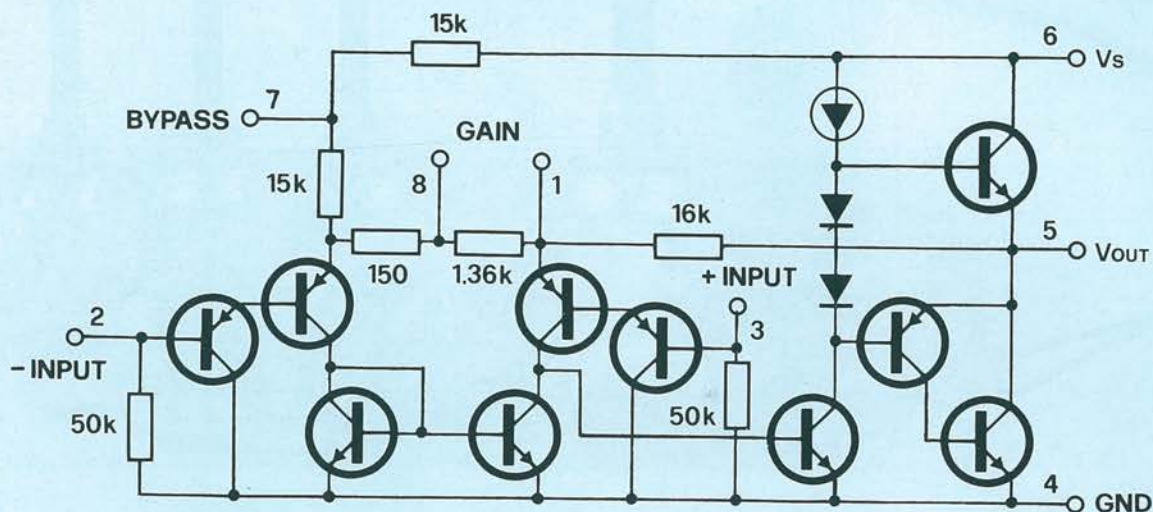
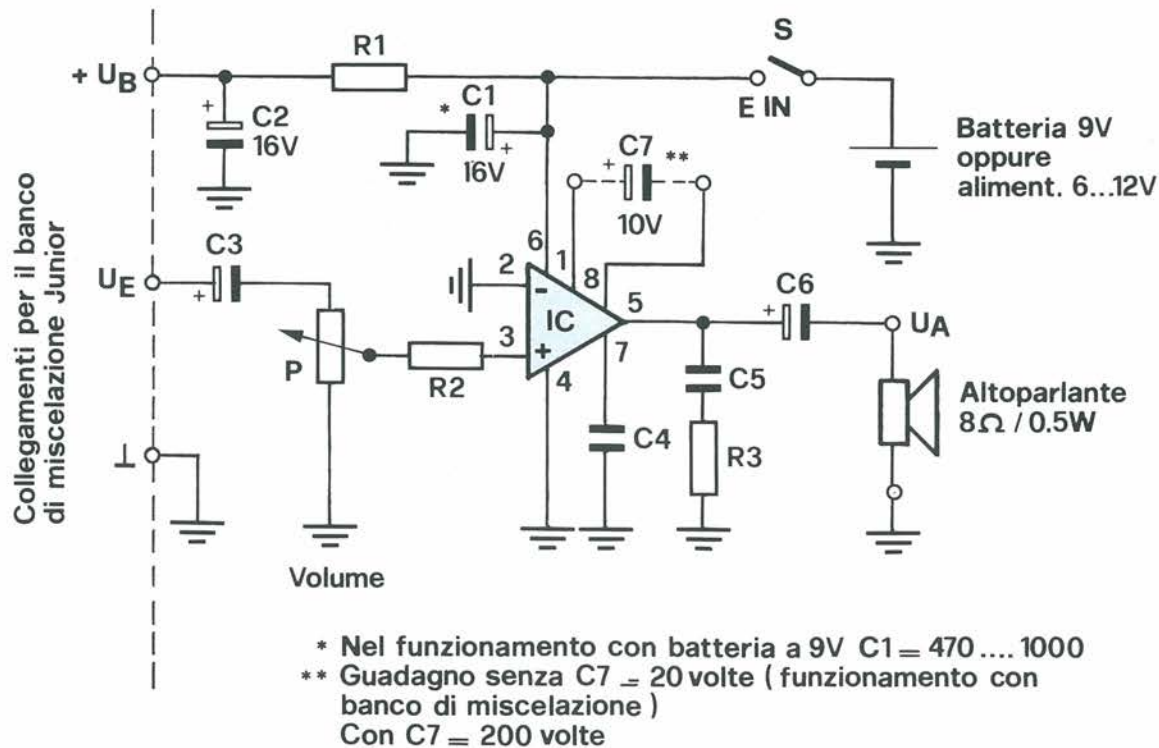

Figura 1. Schema interno del circuito integrato LM386, di produzione National Semiconductor.
Figura 2. Lo stadio finale basato su questo circuito integrato è molto semplice.
**Q**uesto circuito è basato su un moderno semiconduttore a circuito integrato. Poiché non è possibile osservare la composizione di un integrato senza distruggerlo, in Figura 1 abbiamo pubblicato uno schema di questo componente. Lavorando ad un banco di regia, è molto faticoso equilibrare singolarmente tre sorgenti di segnale, per portarle al medesimo volume: è il caso di dire che ci vorrebbero almeno tre mani! Ma il problema viene risolto agevolmente con il regolatore sommatore. La funzione di P risulta chiara osservando la Figura 2.